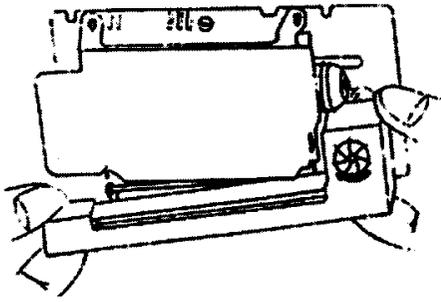
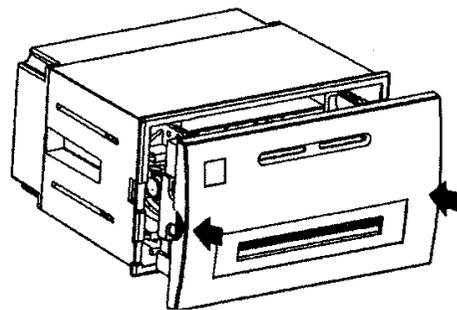

图 1-7
图 1-12
- ⑧把盖、机头架及纸仓推入复位，如图 1-12。
(2) 安装更换色带
②从打印机头上轻轻取下旧色带盒（见图 1-7）。注意：请先抬起色带盒的左端，然后再抬起色带盒的右端，取下色带盒。
③换新的色带盒。首先将色带盒的右端轻轻放在机头右端的齿轮轴上，左端稍微抬起，不要放下。这时如发现色带盒右端未落到底，请用手指按住色带盒上的旋钮，顺时针方向稍微转动一下，直到色带盒的右端落到底后再放下色带盒的左端。请检查色带是否拉直，或色带还露在色带盒的外面，可再旋动色带盒上的旋钮，直到把色带拉入色带盒内并拉直为止。当没有纸在机头盒里时，更换色带更加容易。
④合上盖，并把盖、机头架及纸仓推入复位。如附图 1-12。